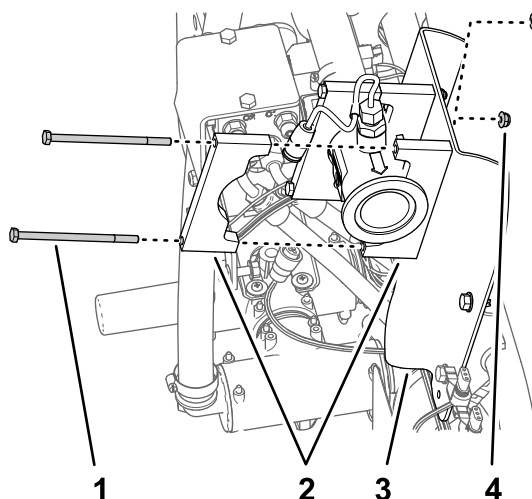

Figura 73
3. Alinhe as duas metades de grampo dos suportes entre o fluxímetro e o suporte do fluxímetro e alinhe os furos nas metades dos grampos com os furos no suporte (Figura 73).
4. Alinhe uma metade do grampo do suporte no lado traseiro do fluxímetro com uma das metades do grampo que montou no passo 3 (Figura 73).
5. Monte o par de metades do grampo no suporte do fluxímetro (Figura 73) com dois parafusos (1/4 x 4-1/2 pol.) e duas porcas de bloqueio flangeadas (1/4 pol.).